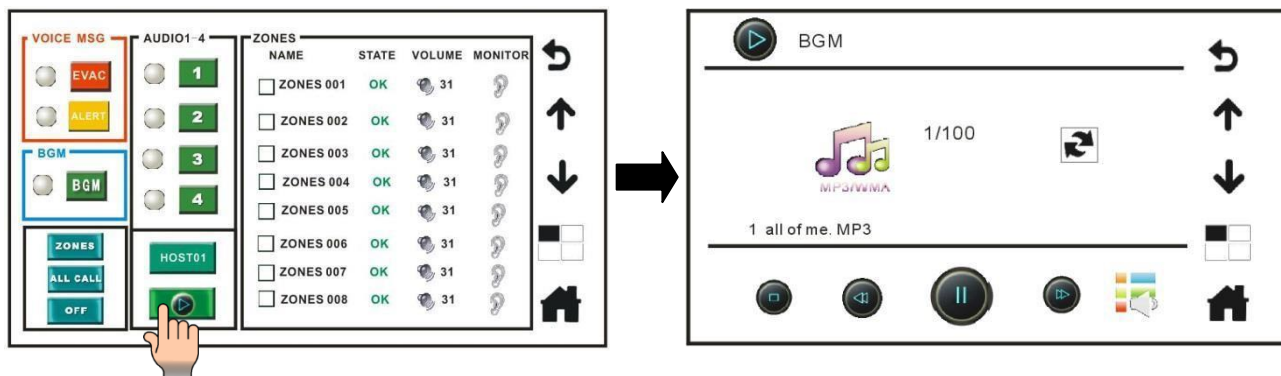

Рис. 4.38. Переход меню управления проигрывателем фоновой музыки из меню управление зонами
- Операции управления проигрывателем фоновой музыки (BGM)** При трансляции фоновой музыки вы можете нажать на пиктограмму проигрывателя фоновой музыки  (BGM), чтобы войти в меню управления проигрывателем фоновой музыки и управлять фоновой музыкой, как показано на Рис. 4.38.